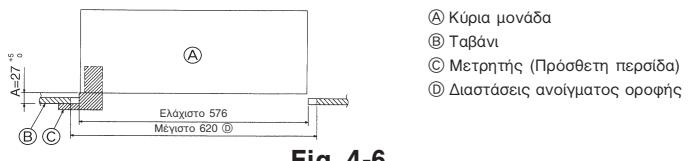

Fig. 4-6
3. Οι εγκοπές προσαρμογής του ελάσματος στήριξης είναι κατασκευασμένες έτσι ώστε η κύρια μονάδα να μπορεί να ευθυγραμμίζεται (ή να εφαρμόζεται) με το άνοιγμα υποδοχής της στο ταβάνι. (Fig. 4-6)